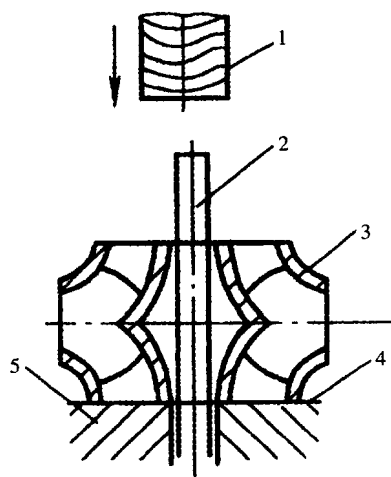

图 1-4 叶轮的拆卸
(1) 泵盖的拆卸 先拧下泵体两边填料压盖与泵盖之间的连接螺母,将填料压盖向两边拉开,再拆下泵体与泵盖之间的连接螺母和定位销钉,即可取下泵盖。
(2) 转子部分的拆卸
①卸下泵体两侧的轴承压盖即可取下叶轮和泵轴总成。注意,拆卸时不得碰伤叶轮和轴颈等。
②用木槌敲打下轴承(安装滚珠轴承的应先去掉联轴器)。
③取下填料压盖、填料环及填料套。
④取出叶轮两侧的双吸口环。
⑤拧下轴套两端背帽,拆下轴套。
⑥用木槌按图 1-4 所示方法轻打取下叶轮。若用此法不能取下叶轮,则可用压力机把叶轮由轴上压出。
(3) 联轴器的拆卸 拆下联轴器上的螺母,用专用的胶带轮拉轮器把联轴器盘慢慢拉出。